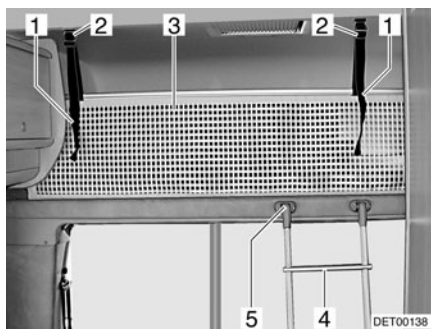

Fig. 95 Cama de alcoba
Para subir a la cama de alcoba, utilizar la escalera de ascenso (Fig. 95,4) equipada de serie.
- Enganchar la escalera con los largueros en el soporte (Fig. 95,5) del panel de la alcoba.
La red de seguridad (Fig. 95,3) viene de serie entre el colchón y el somier. Tender la red de seguridad cuando las personas ya se encuentren en la alcoba.
- Engatillar las cintas de sujeción (Fig. 95,1) en los soportes en el techo (Fig. 95,2).